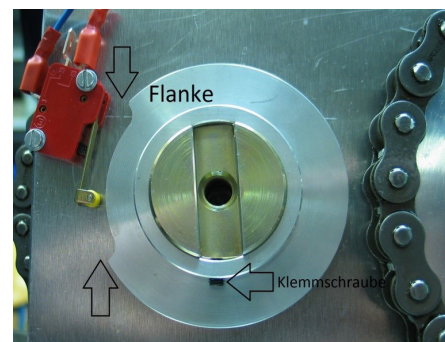

Bild 2
3. Klemmschraube der Schaltnocke mit Innensechskant der Größe 2,5 lockern und die Schaltnocke manuell so verdrehen, dass die Flanke der Schaltnocke direkt vor der Rolle des Endschalters steht (siehe Bild 2)